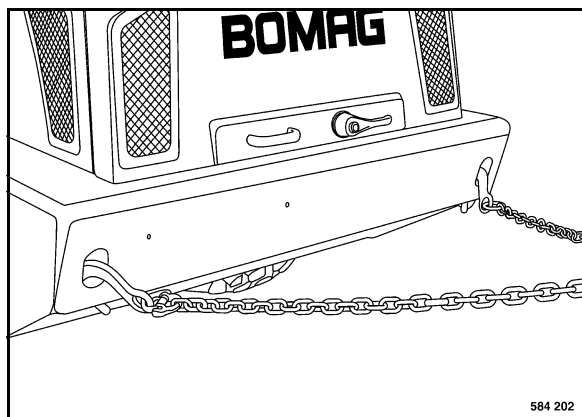

Fig. 136
- Fijar las cadenas (Fig. 136) o cables de remolque en la argolla de forma segura.